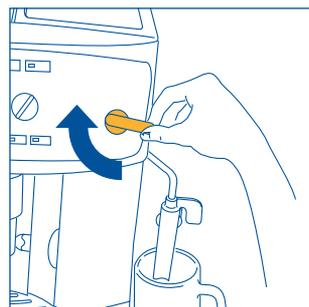
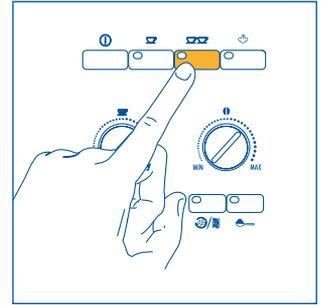
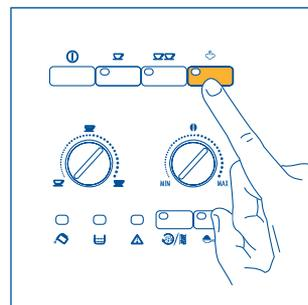
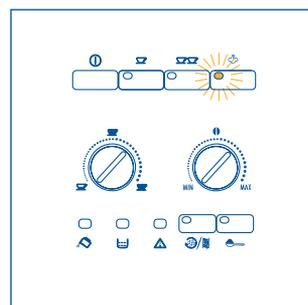

Fig.6
Fig. 13
Fig.21
Fig.22
4. Dopo pochi secondi dal cappuccinatore fuoriesce dell'acqua. Quando la tazza si è riempita di circa 30cc ruotare la manopola vapore di mezzo giro in senso orario (fig.6) fino a fine corsa, in modo da interrompere la fuoriuscita dell'acqua.
- 5) Premere il tasto  (fig. 12) se si vuole fare un caffè oppure il tasto  (fig. 13) se si vuole fare 2 caffè. A questo punto la macchina macina i chicchi, esegue una breve pre-infusione e poi completa l'erogazione nella tazza.
NOTA 4: Mentre la macchina sta facendo il caffè, l'erogazione può essere fermata in qualsiasi momento premendo il tasto ☺ (fig. 12) oppure ☹☹ (fig. 13) precedentemente selezionato.
NOTA 5: Appena terminata l'erogazione, se si vuole aumentare la quantità di caffè nella tazza, basta tenere premuto il tasto ☺ (fig. 12) oppure ☹☹ (fig. 13) precedentemente selezionato fino ad ottenere la quantità desiderata (questa operazione deve essere eseguita entro 3 secondi dal termine dell'erogazione).
- Per interrompere la fuoriuscita di acqua calda, ruotare la manopola in senso orario fino a fine corsa (fig. 6) e riportare il cappuccinatore nella posizione originale verso il centro della macchina. (Si consiglia di erogare acqua calda per non più di 2 minuti di seguito).
- Poi premere il tasto vapore (fig. 21). La spia ☺ (fig. 22) inizia a lampeggiare per indicare che la macchina si sta preriscaldando.
- Raggiunta la temperatura desiderata, interrompere l'erogazione del vapore ruotando la manopola vapore in senso orario fino a fine corsa (fig. 6) e premere il tasto vapore ☺ (fig. 21) per disattivare la funzione vapore.
NOTA 1: subito dopo aver preparato il cappuccino e una volta disattivata la funzione vapore premendo il tasto vapore ☺ (fig. 21), se si preme il tasto ☺ (fig. 12) o ☺☺ (fig. 13) per richiedere nuovamente caffè la macchina ha una temperatura troppo elevata per fare il caffè (le spie verdi ☺ e ☺☺ lampeggiano per indicare che la temperatura non è idonea): è necessario attendere una decina di minuti fino a che la macchina si raffreddi un po'.